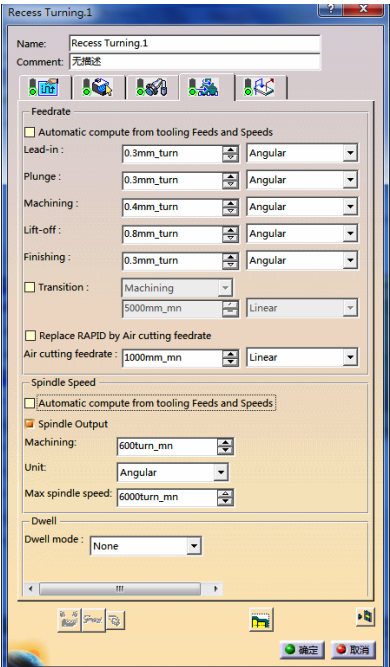

图 6-37 进给率参数选项卡（2）
4) 定义进给率。单击“Recess Turning.1”对话框中的, 切换到进给率参数选项卡 (2), 如图 6-37 所示。